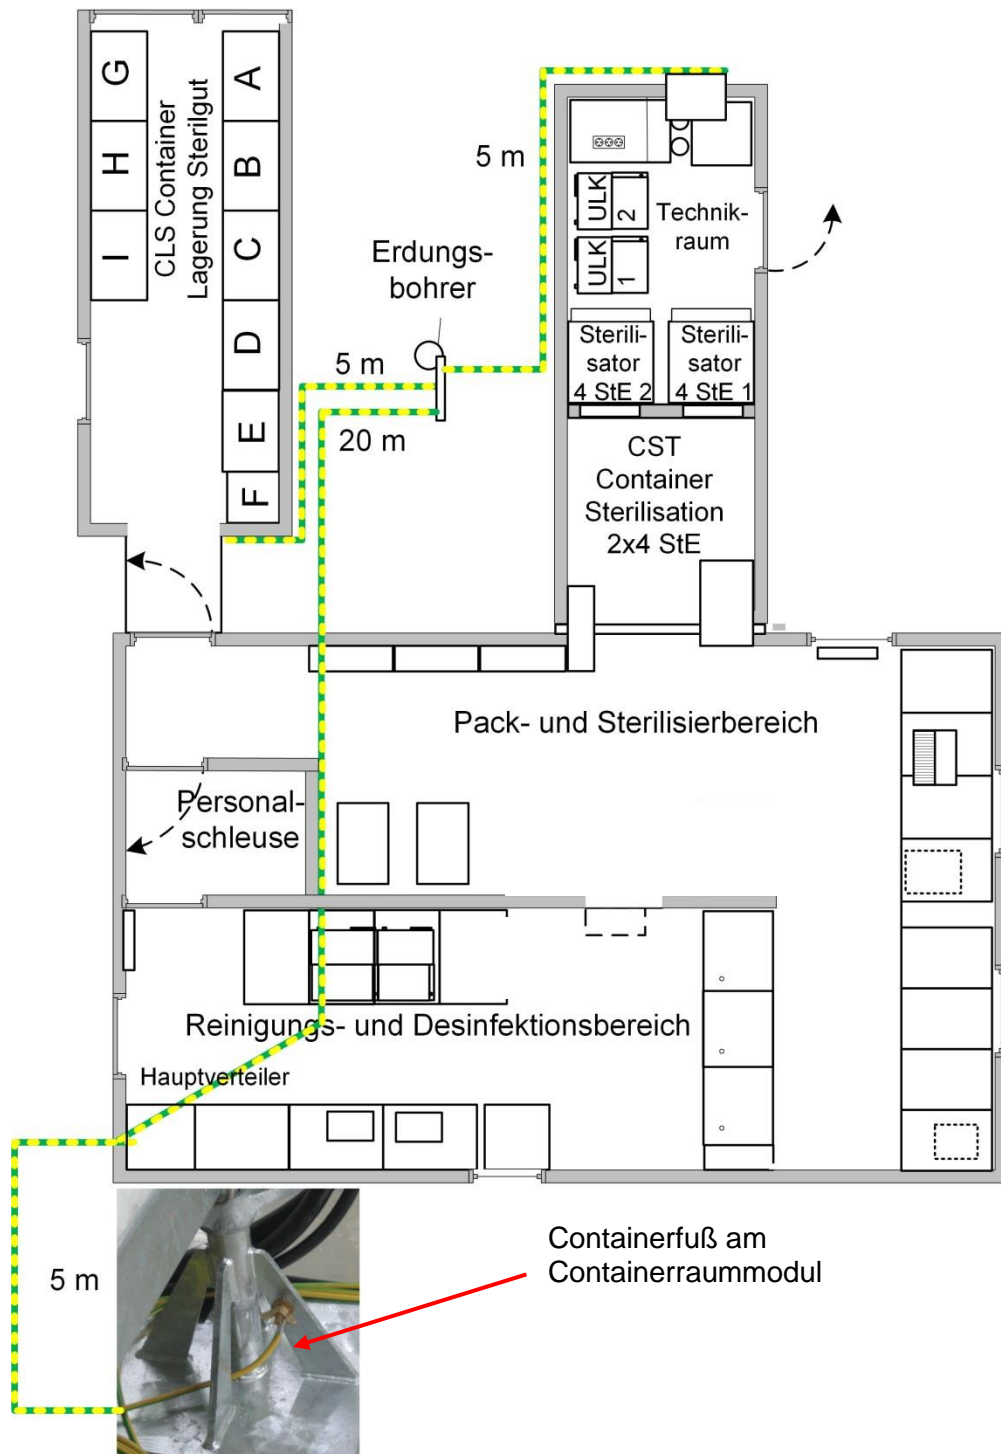

Abb. 10: Schutzleiter im Sterilisationsmodul EinsLaz 72/180
- ♦ Verlegen Sie die folgenden Schutzleiter (siehe Abb. 10:).
- ◆ Schließen Sie die drei Schutzleiter (siehe Abb. 10:) an der Lasche des Erdungsbohrers (siehe Abb. 11:) an. Die Schutzleiter sind jeweils zwischen zwei Fächerscheiben DIN6798 A8, 2 A2 (Art Nr. 50086487) anzubringen.